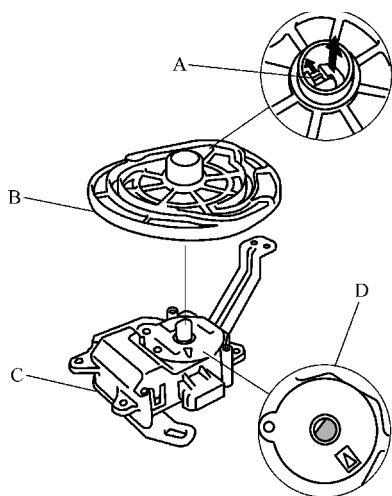

图 19-13 拆下电动机拉杆
- 1) 松开锁片 A, 然后从模式控制电动机 C 上拆下电动机拉杆 B, 如图 19-13 所示。